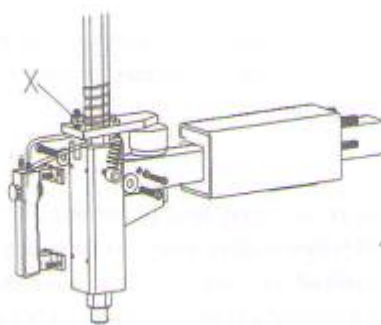

Рис. 24
Примечание. Отрегулировать положение монтажной пластины (X) согласно рис.24, если вертикальная направляющая не фиксируется или монтажная головка в рабочем положении находится более чем в 2-3 мм от обода колеса.